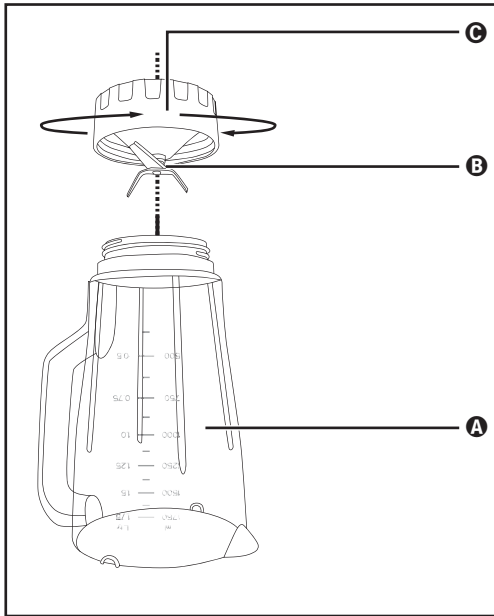

Bild 3
- 2) Vänd på produkten och vrid den undre plastdelen ③ på mixerbehållarens ③ motsols så att den kan tas loss från mixerbehållarens ③ överdel ① (se bild 3).